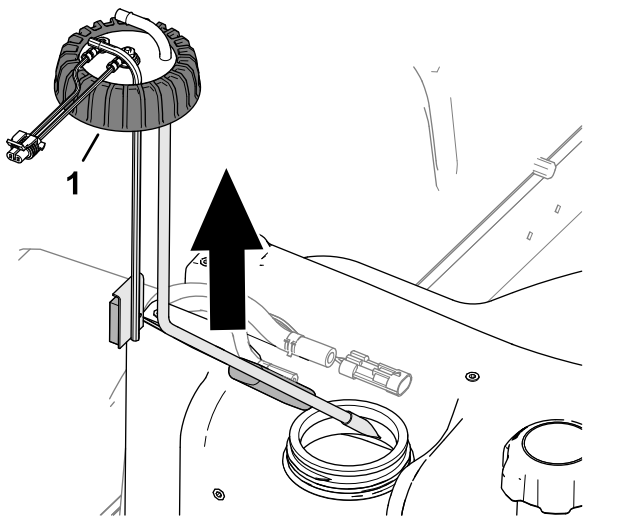

Figura 85
5. Afloje el tapón del sensor de combustible (Figura 85).